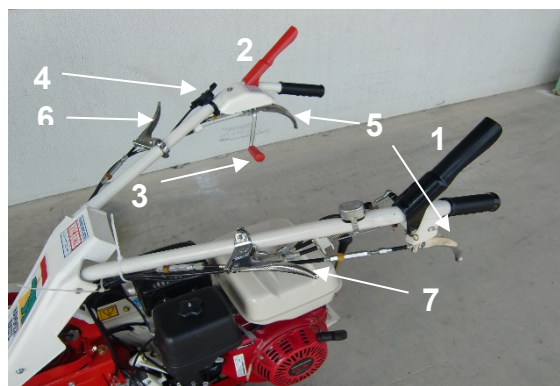

Figure 1
Pour faire avancer la machine, appuyez sur la poignée d'avancement (1, Figure 1). Dès que vous relâchez la poignée, la machine s'arrête et le frein de stationnement s'enclenche automatiquement.
Il est utilisé pour le débroussaillage. Appuyez sur la poignée de dessus (2, Figure 1) et tirez la manette (3, Figure 1) pour actionner la rotation des lames. Dès que vous relâchez la poignée, la manette revient à sa position initiale et le rotor s'arrête.
Le levier d'accélérateur (4, Figure 1) sert à modifier la vitesse de rotation du moteur.
Les poignées (Figure 1, repère 5) servent au conducteur lorsqu'il veut changer de direction. Appuyez sur la poignée de droite pour tourner à droite, appuyez sur la poignée de gauche pour tourner à gauche. Pour déplacer la machine avec le moteur arrêté, saisissez les deux poignées.
Serrez le levier (7, Figure 1) pour déplacer le guidon vers le haut ou vers le bas. Relâchez le levier et vérifiez que le guidon est bien verrouillé avant d'utiliser la machine.
Et serrez le levier (6, Figure 1) pour déplacer le guidon vers la gauche ou vers la droite. Relâchez le levier et vérifiez que le guidon est bien verrouillé avant d'utiliser la machine.
- Placez le levier d'accélérateur sur "LO" (4, Figure 1).